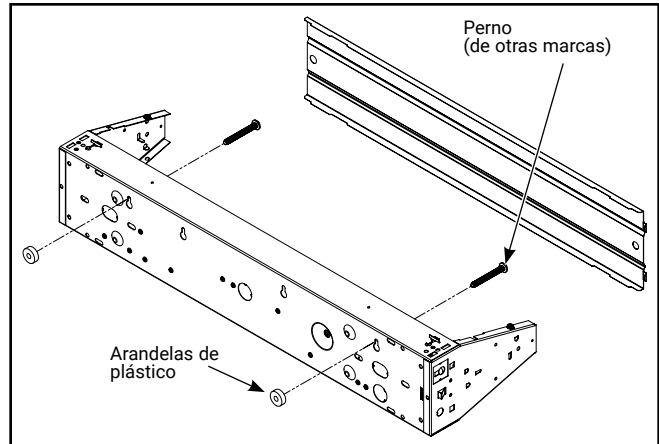

Figura 3. Montaje en la pared
1. Retire la cubierta del canal girando el tornillo del canal  $\frac{1}{4}$  de vuelta (Figura 3).